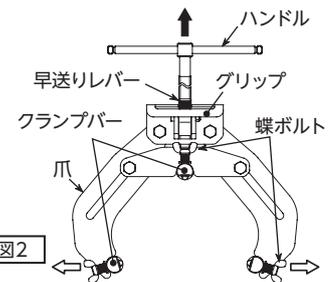

図2
**2** パイプ溶接用外面クランプの爪を広げる。グリップを持ち早送りレバーを押しながら(写真1)、ハンドルを引き上げ、爪を広げる。(図2)